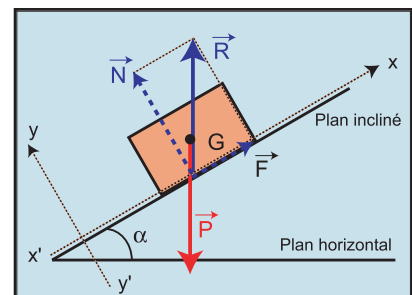

Fig.22
Un solide (S) est en équilibre sur un plan incliné d'un angle α par rapport au plan horizontal (Fig.22).